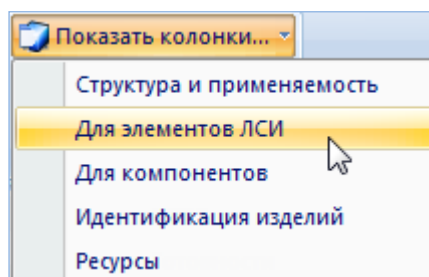

Рис. 5-29 – Пункты выпадающего меню элемента «Показать колонки»
- 1) Нажать кнопку «Показать колонки» панели «Вид» и выбрать нужное наименование из выпадающего списка. Список наименований наборов колонок для окна «Логистическая структура» приведен на рис. 5-29.